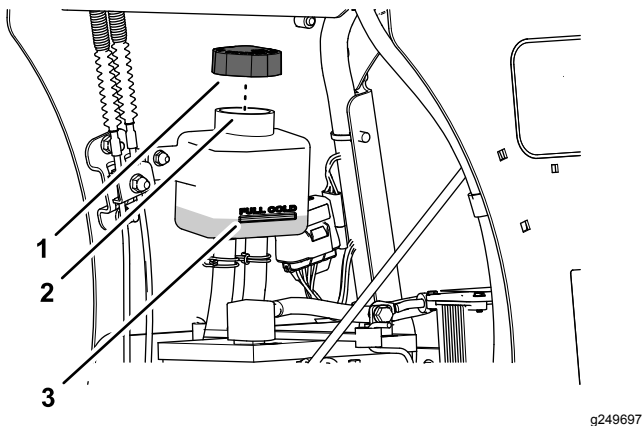

Figura 55
3. Retire el tapón del depósito de expansión y compruebe el nivel de fluido de transmisión del depósito (Figura 55).
4. Si es necesario, añada el fluido para transmisión especificado hasta que el nivel de fluido llegue a la línea FULL COLD del depósito de expansión (Figura 55).
4. Siga añadiendo fluido para transmisiones del tipo especificado hasta que llegue a la línea FULL COLD del depósito de expansión; consulte Figura 55 en Comprobación del fluido de la transmisión \(página 49\).